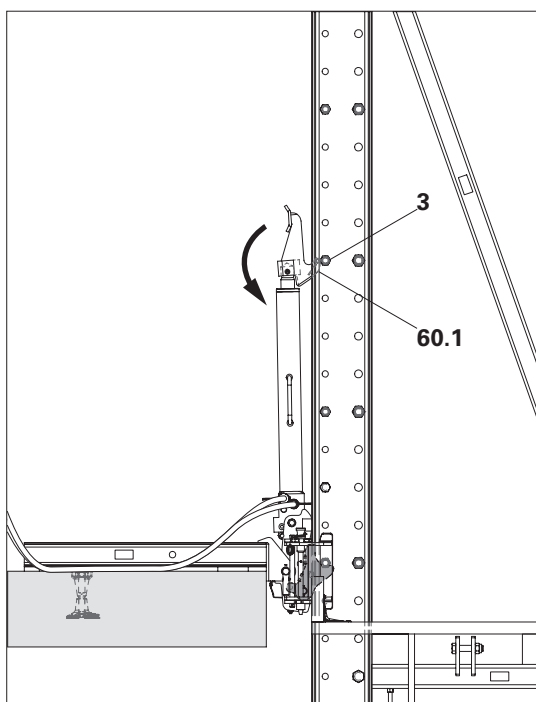

Fig. D4.06
1. Retrarre il cilindro idraulico finché non si inclina all'indietro, il gancio (**60.1**) scivola oltre i distanziatori (**3**) posizionati sotto e si innesta nuovamente in basso. (Fig. D4.06)